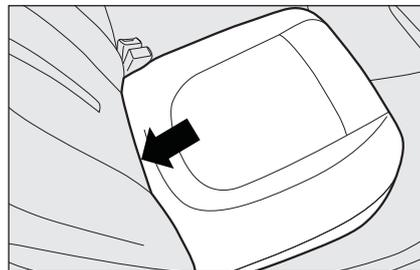

fig. 88
- pliegue hacia adelante el asiento deseado **fig. 88** accionando en el punto indicado por la flecha;